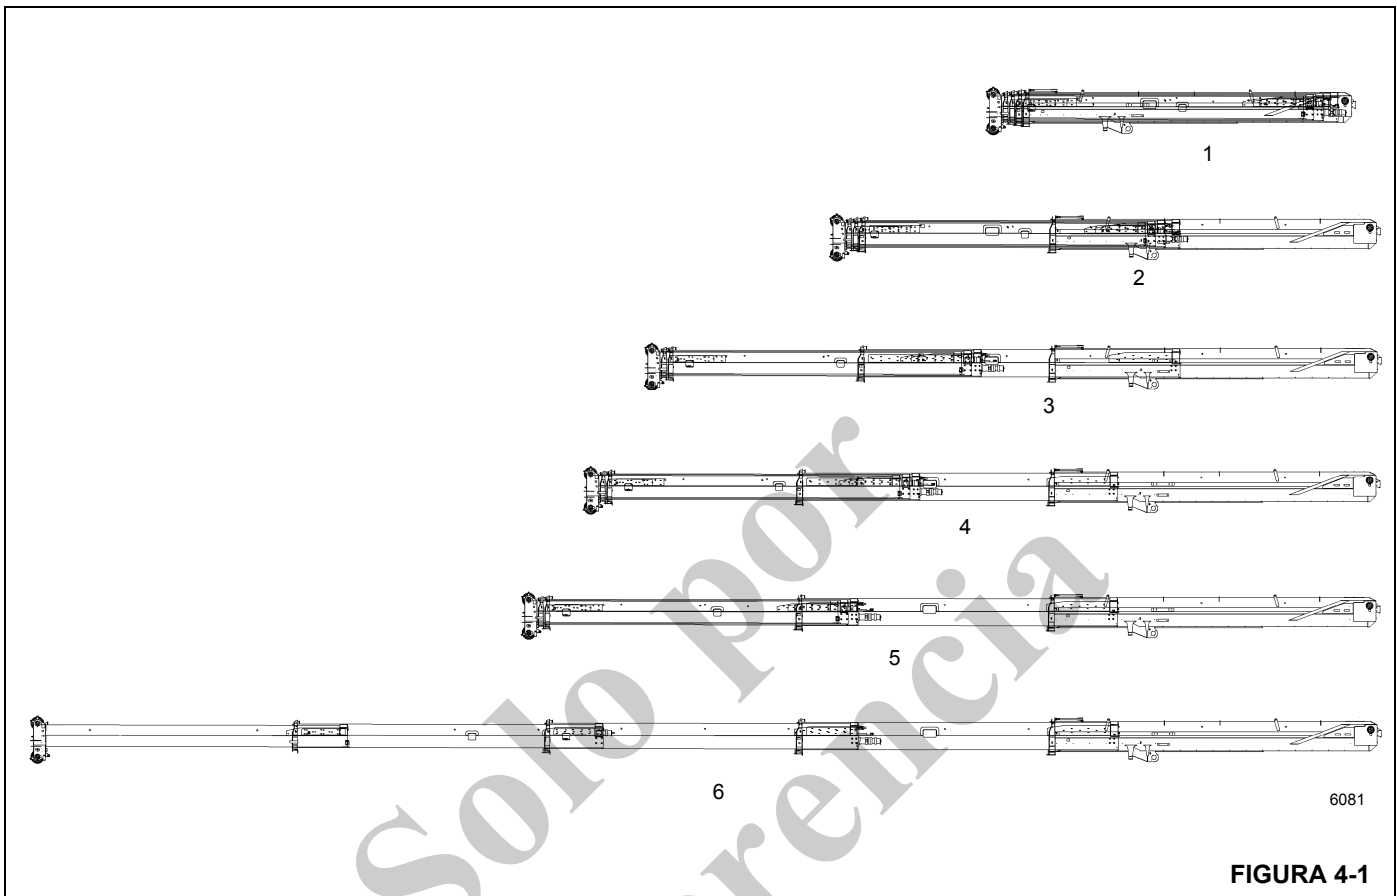

FIGURA 4-1
El artículo (1) de la Figura 4-1 muestra la pluma completamente retraída. A continuación se describe el proceso de extensión:
- a. La sección central interior (2) sola se extiende a 75% de su largo máximo, las demás secciones permanecen retraídas.
- b. La sección central (3) sola se extiende a 75% de su largo máximo, la sección central interior permanece a 75% de su largo máximo y las secciones central exterior y de extremo permanecen retraídas.
- c. La sección central interior (4) sola se extiende a su largo máximo, la sección central permanece a 75% de su largo máximo y las secciones central exterior y de extremo permanecen retraídas.
- d. La sección central (5) sola se extiende a su largo máximo, las secciones central exterior y de extremo permanecen retraídas.
- e. Las secciones central exterior y de extremo (6) se extienden simultáneamente y de modo sincronizado a su largo máximo.